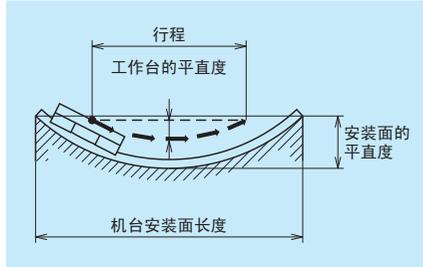

图 10.4
(1) 机台安装面的精度
- 但是，当在 1 根导轨上设有 2 个以上的滑块时，由于工作台行程短于安装面长度，以及安装误差的平均化效果，使工作台的精度往往高于安装面精度，大约平均缩小 1/3 (图 10.4)